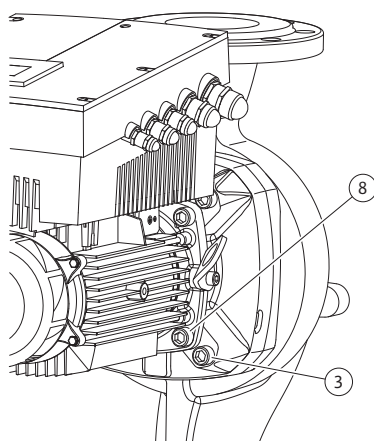

Fig. 50: Fissaggio opzionale del set di innesto
11. Allentare e rimuovere le viti (fig. 7, pos. 3). A seconda dei tipi di pompa si devono utilizzare le viti esterne (fig. 50, pos. 3). Il set di innesto (vedi fig. 13) dopo la rimozione delle viti rimane al sicuro nel corpo pompa, anche in caso di posizione orizzontale dell'albero del motore non sussiste pericolo di ribaltamento.
16. A seconda del tipo di pompa allentare le viti (fig. 7, pos. 10) o in alternativa le viti (fig. 50, pos. 8).
22. Spingere cautamente la lanterna sull'albero e posizionarla nella posizione precedente o nella nuova posizione angolare desiderata rispetto alla flangia motore. Attenersi alle posizioni di montaggio ammesse per i componenti (vedi capitolo 7.1 "Posizioni di montaggio ammesse e modifica della disposizione dei componenti prima dell'installazione" a pagina 148). Fissare la lanterna alla flangia motore con le viti (fig. 7, pos. 10) **o**, nel caso dei tipi di pompa/lanterna secondo (fig. 50), con le viti (fig. 50, pos. 8).